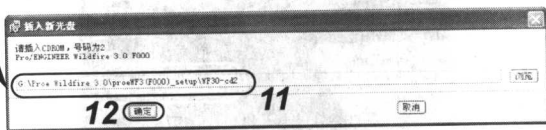

图 1-8 更换光盘
(6) 当系统打开“插入新光盘”对话框时更换第二张光盘，在光驱中放入第二张光盘，然后继续进行安装，如图 1-8 所示。